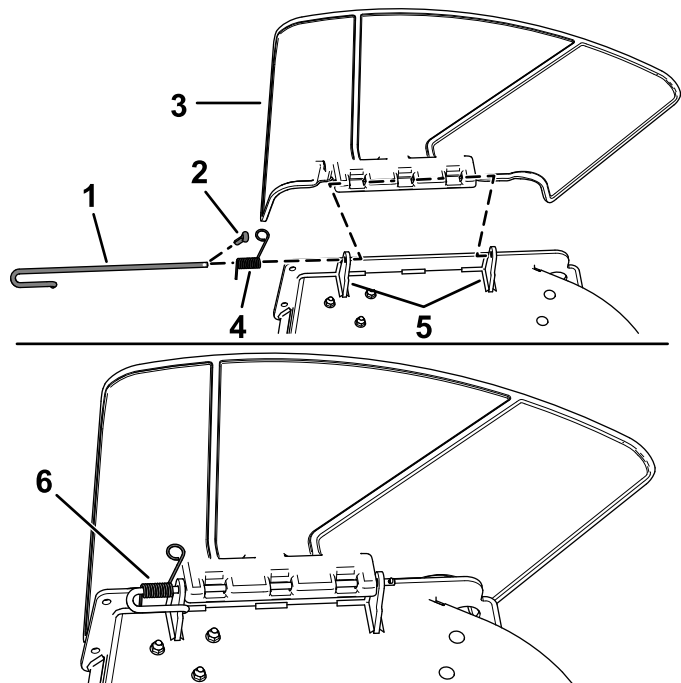

Figura 6
- Decuplei arcul din canelura suportului pentru deflector și îndepărtați cuiul spintecat (doar pentru modelele CE), apoi glisați tija în afara suporturilor sudate pe punte, a arcului și a deflectorului de evacuare (Figura 6).
- Îndepărtați deflectorul (Figura 6).